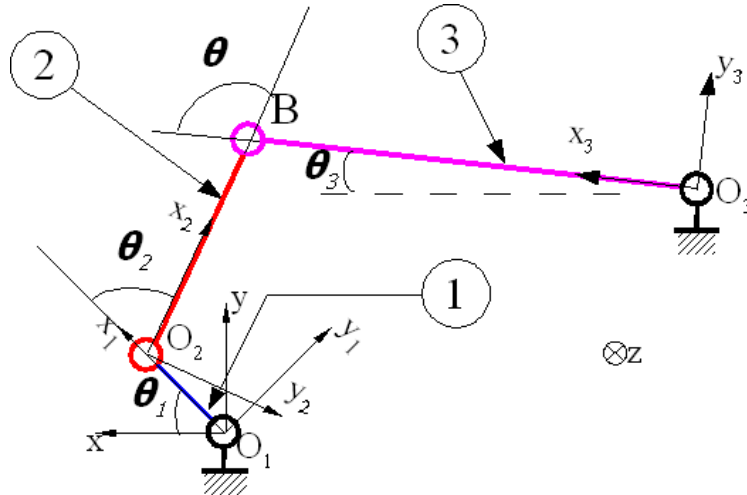

Figure 1: Modèle cinématique plan
On s'intéresse dans cette partie à la chaîne cinématique n°1. On modélise dans un premier temps chacune des liaisons la constituant par une liaison pivot (voir figure 1). On travaillera en 3D.
**Q1.4. Déterminer, à partir du modèle cinématique plan donné figure 1, la loi d'entrée-sortie  $\frac{\dot{\theta}_3}{\dot{\theta}_1}$  de la première chaîne cinématique (rapport des vitesses angulaires).**